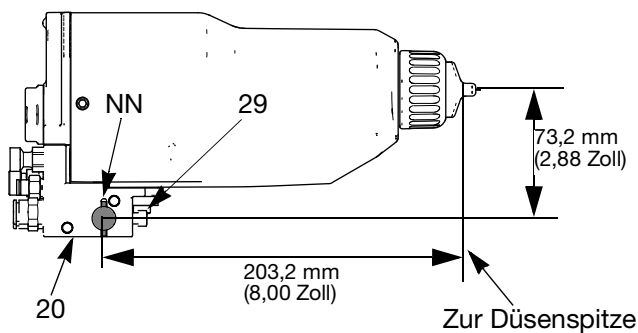

ABB. 4.. Montagehalterung
1. Die zwei Stellschrauben (29) des Verteilers lösen und den Verteiler (20) auf eine 13 mm (1/2 Zoll) starke Montagegange schieben.
Für eine zuverlässigere Halterung einen 3 mm (1/8 Zoll) starken Zentrierstift in den Schlitz (NN) in der Halterung und durch ein Loch in der Stange führen. Siehe Detailansicht in ABB. 4.